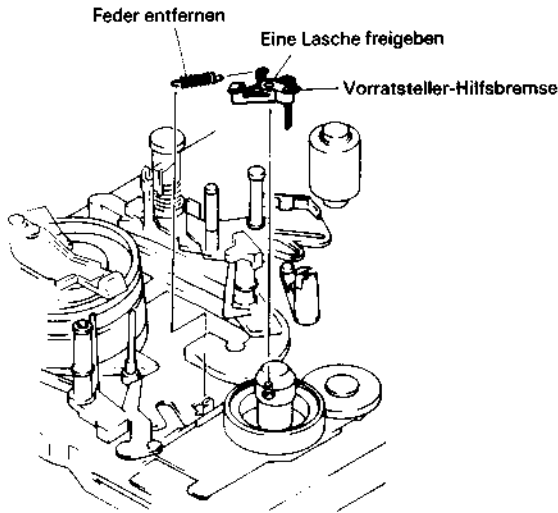

Abb. 2.84 Ausbau der Vorratsteller-Hilfsbremse
Ausbau der Vorratsteller-Hilfsbremse (Abb. 2.84)
2. Die Feder der Vorratsteller-Hilfsbremse entfernen (siehe Abb. 2.84).
3. Eine (1) Lasche freigegeben.
3. Die Vorratsteller-Hilfsbremse freigegeben (siehe Abb. 2.84).